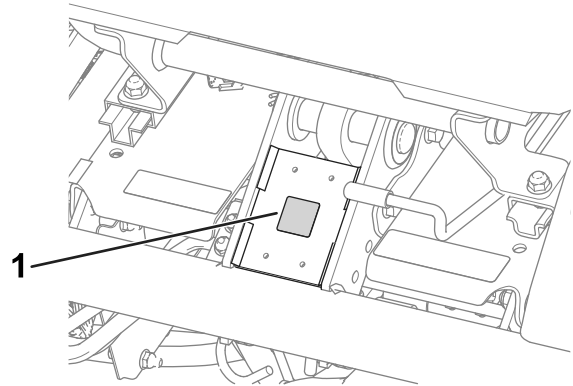

Figure 9
- Apposez l'autocollant de sécurité CE sur le cadre, sous l'avant du siège (Figure 9).